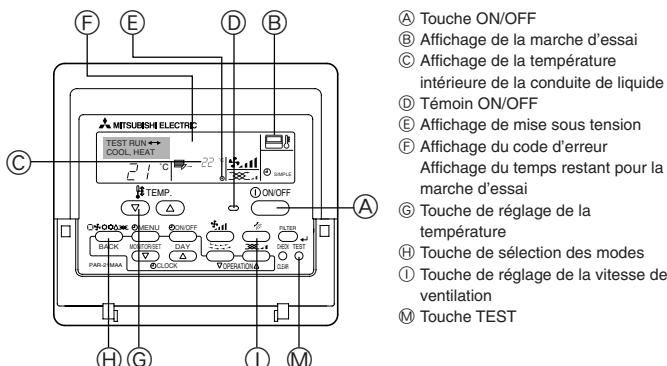

Fig. 8-1
8.2. Marche d'essai (Utilisation de la télécommande filaire) (Fig. 8-1)